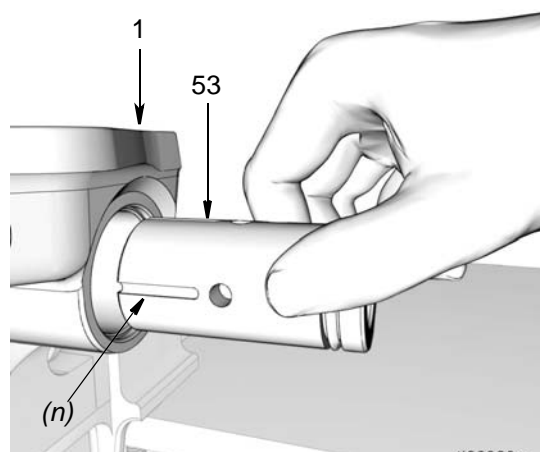

FIG. 41
- c. Installare la manica dell'elemento della pompa (53) nella base della stessa (1). Per determinare l'orientamento corretto per l'installazione, fare riferimento a FIG. 41.